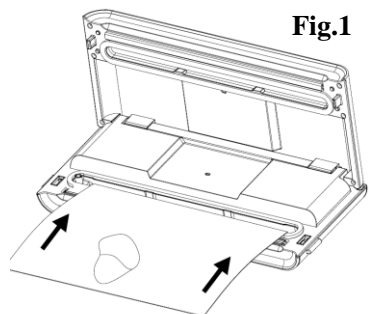

Fig.2
3. Puneți un capăt al pungii pe partea de sus a benzii de etanșare, dar nu îl introduceți în camera de vidare – **Fig. 2**.
4. Apăsăți capacul în jos pe ambele laturi, folosind ambele mâini, până când se aude un declic pe ambele laturi – Fig.2